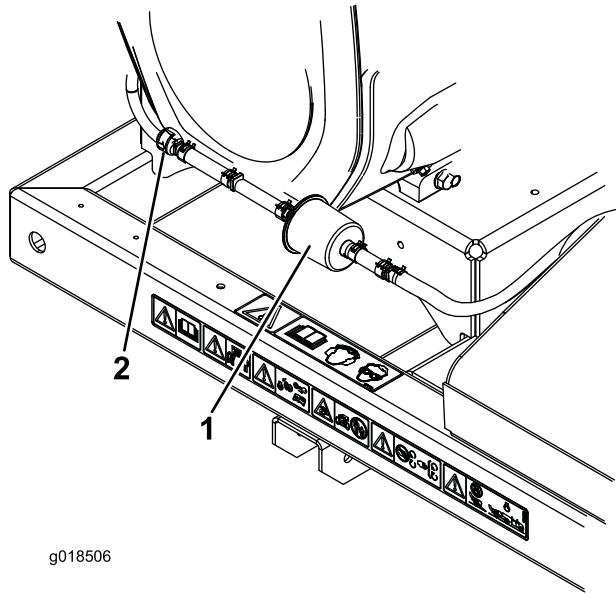

図 22
- カーボンキャニスタ・パージラインフィルタの前後両側についているホースクランプをゆるめてフィルタから遠い位置に移す（図 22）。
- カーボンフィルタを外して捨てる（図 22）。
- 新しいフィルタをホースに取り付ける（フィルタについている矢印がチェックバルブの方を向くように取り付け、ホースクランプで元のように固定する（図 22）。